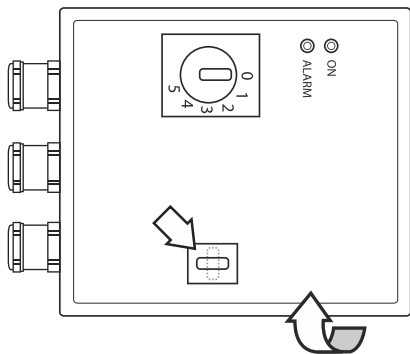

Рис. 2
- Открыть переднюю панель прибора (**см. рис. 2**);